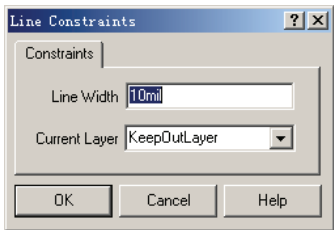

图 6-11 “Line Constraints”对话框
3) 执行该命令后，光标会变成十字。将光标移动到适当的位置，单击即可确定第一条板边的起点。然后拖动鼠标，将光标移动到合适位置，单击即可确定第一条板边的终点。用户在该命令状态下，按〈Tab〉键，可进入“Line Constraints”对话框，如图 6-11 所示，此时可以设置板边的线宽和层面。